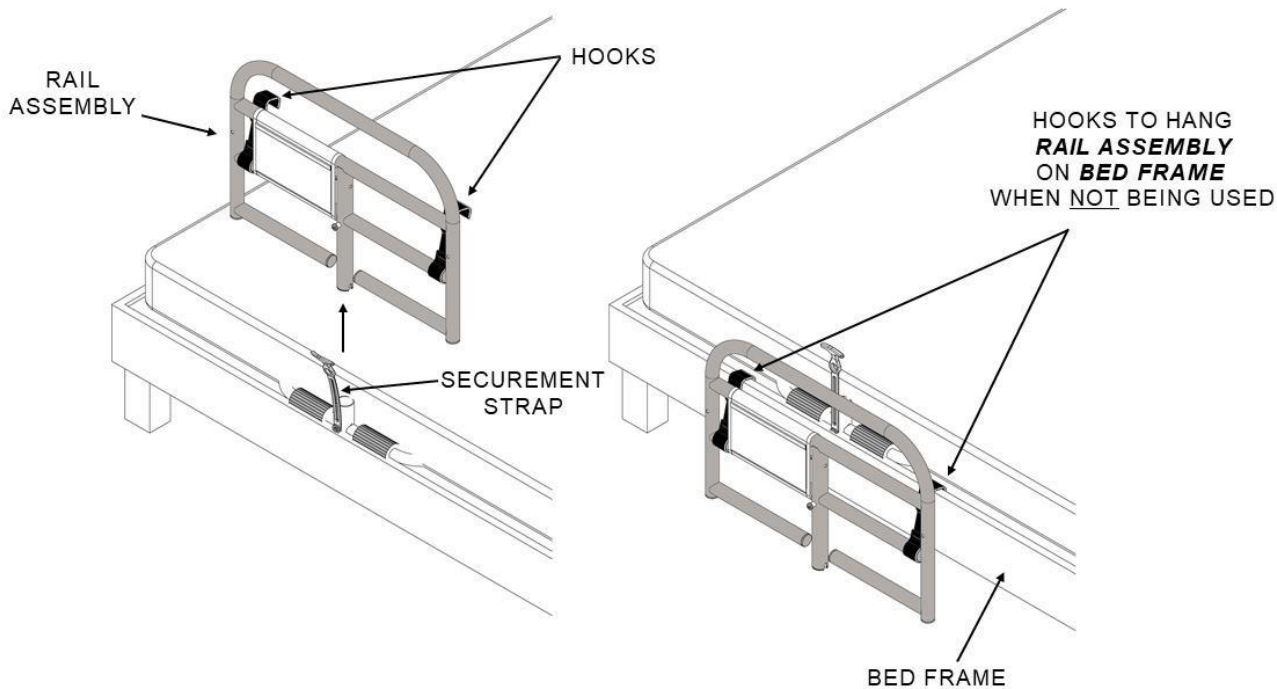

FIGURA 7
8. Per la memorizzazione del GRUPPO FERROVIARIO, sbloccare la CINGHIA DI SICUREZZA e rimuovere il FISSAGGIO FERROVIARIO dal GRUPPO BASE. UTILIZZARE GANCI per appendere il GRUPPO BINARIO sul TELAIO DEL LETTO come mostrato nella Figura 7. **NON UTILIZZARE IL GRUPPO BINARIO NELLA POSIZIONE DI CONSERVAZIONE.**